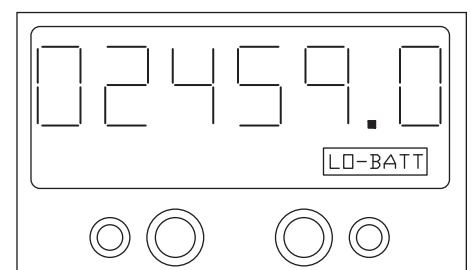

Figure 6 - Piles
L'icône LO-BATT (faible pile) apparaîtra à l'écran lorsqu'il faut changer les piles. Il faut deux (2) piles AAA. Voir la figure 6.